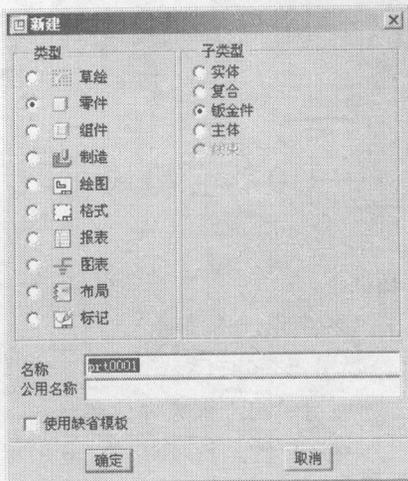

图 1-6 “新建”对话框
(2) 单击“文件”工具栏中的  (新建) 工具，系统弹出“新建 (New)”对话框。点选“类型”选项组中的“零件”单选钮，点选“子类型”选项组中的“钣金件”单选钮，在“名称”文本框中输入新建文件名，取消“使用缺省模板”复选框的勾选，如图 1-6 所示，单击“确定”按钮。
(3) 系统弹出“新文件选项 (New File Options)”对话框，选择“mmns_part_sheetmetal”，